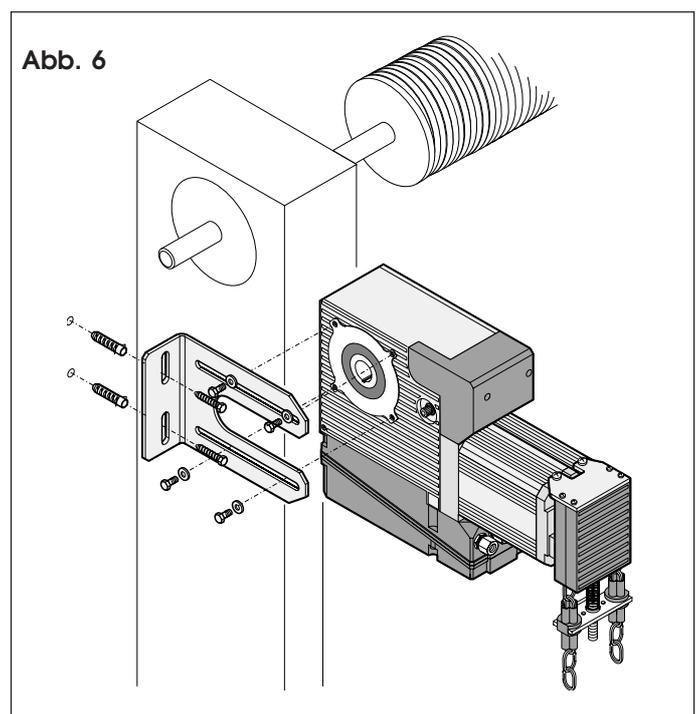

Abb. 6
- Den Antrieb (siehe Abschnitt 5.1) positionieren und die Platte an die Halterung (Wand oder Metallstruktur), an der der Antrieb befestigt werden soll, anlegen (siehe Abb. 6).
In der Abbildung 6 sind die Drehrichtungen Dir1 und Dir2 angegeben. Die Bewegung in der Richtung Dir1 wird von FC1 angehalten und die Bewegung in der Richtung Dir2 von FC2. Demzufolge, wenn Dir2 z.B. die Drehrichtung ist, die das Schließen des Tors bewirkt, bestimmt FC2 den Endanschlag beim Schließen und FC1 den Endanschlag beim Öffnen.